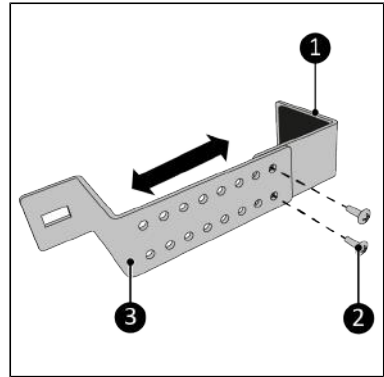

Abbildung 129.
- Schrauben Sie das Oberteil (Abbildung 129, Pos. 1) und das Unterteil (Abbildung 129, Pos. 2) mit den beiden M5 x 7 mm Schrauben (Abbildung 129, Pos. 3) zusammen. Stellen Sie sicher, dass die Breite etwas größer ist als die Breite des Fensterrahmens.